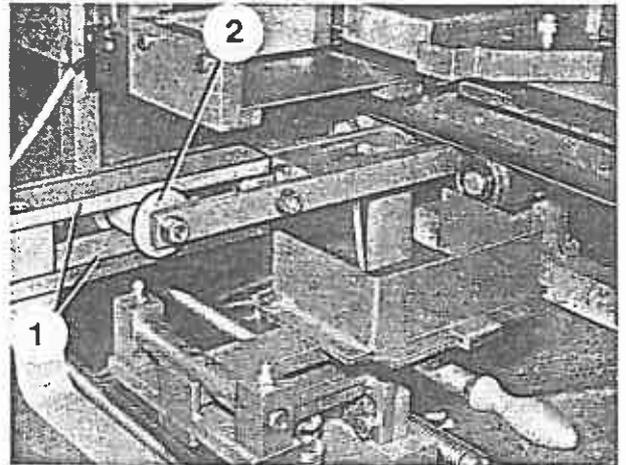

Bild 34
2. Führungsleiste (Bild 34/1) oben und unten leicht mit Fett einstreichen und Lagerstellen der Laufrolle (Bild 34/2) ölen.